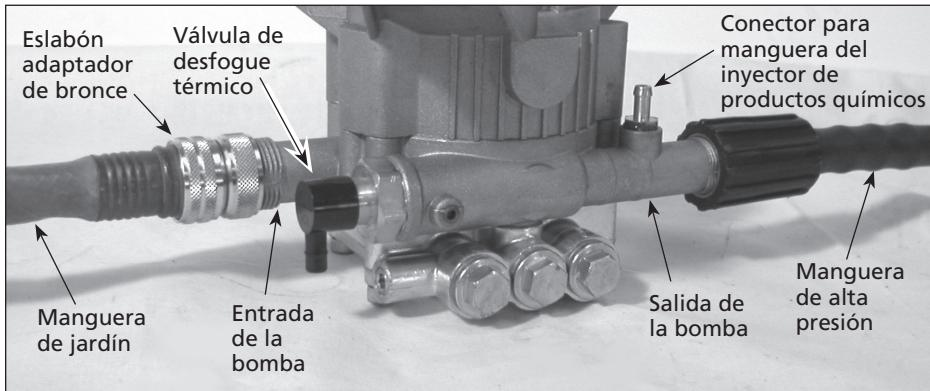
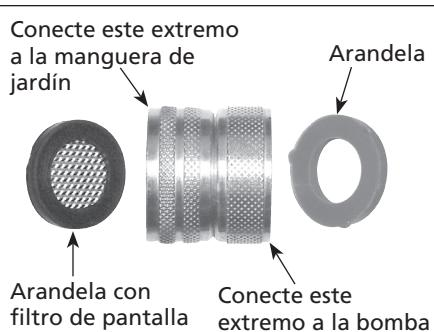
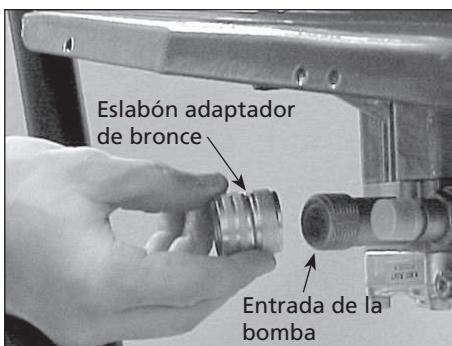

Figura 2 - Conexión de la bomba
Figura 4 - Eslabón adaptador de bronce
Figura 5 - Conecte el eslabón adaptador a la bomba
4. Adaptador giratorio de bronce (vea la Figura 2). Si ya no está conectado a la entrada de la bomba, arme el eslabón adaptador y conéctelo a la entrada de la bomba (Figura 4 y Figura 5). Asegúrese de conectar el lado correcto del eslabón adaptador a la bomba.